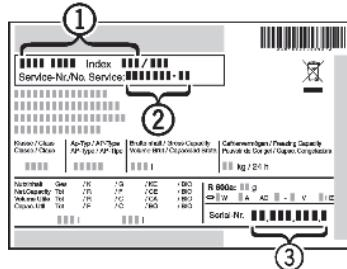

Рис. 9
- Определите и запишите обозначение модели (рис. 9 (1)), сервисный номер (рис. 9 (2)) и серийный номер устройства (рис. 9 (3)), указанные на табличке с техническими характеристиками, расположенной на левой стенке внутри морозильной камеры.